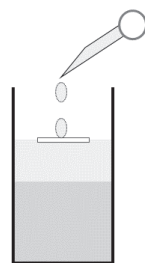

図 1
- (1) 2 つのコップの各々に 100mL の真水を入れます。一方のコップには黄色のインク水溶液を加えて混ぜ、黄色の真水を作ります。他方のコップに食塩を加えてよく混ぜた後、青色のインク水溶液を加えて混ぜ、青色の食塩水を作ります。
- (2) ジャム瓶の半分まで(1)で作った青色の食塩水を入れ、発泡ポリスチレン薄板を浮かべます。
- (3) 水面に浮いている発泡ポリスチレン薄板の上に、(1)で作った黄色の真水をスポイトでたらして、ジャム瓶の口まで入れます（図 1）。
- (4) 発泡ポリスチレン薄板を取り出した後、空気が残らないように気を付けて、ふたを固く閉め、黄色の真水が青色の食塩水の上になっていることを観察します。